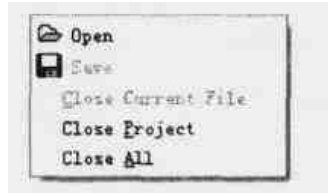

图 7.3 导航栏右键菜单
在导航栏①中单击鼠标右键弹出的菜单, 如图 7.3 所示, 其中,